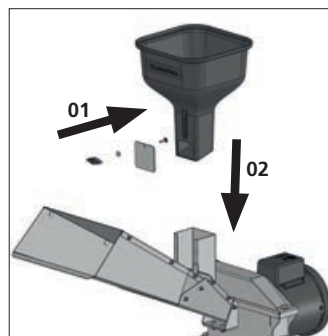

Fig. 03
Encaixe o funil de grãos (2) no calha de produtos verdes [Fig. 03].